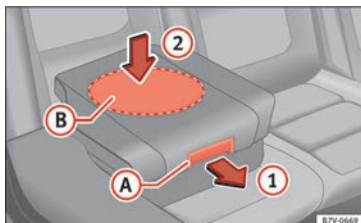

Fig. 97 Asiento integrado para niños: bajar el cojín.
- Tire del cojín hacia delante por la palanca de desbloqueo » » fig. 97 A en la dirección de la flecha 1.
Al bajar el asiento integrado para niños, presione sólo sobre el centro del cojín » » fig. 97 2. De lo contrario, el cojín se podría torcer y no encastrar correctamente.